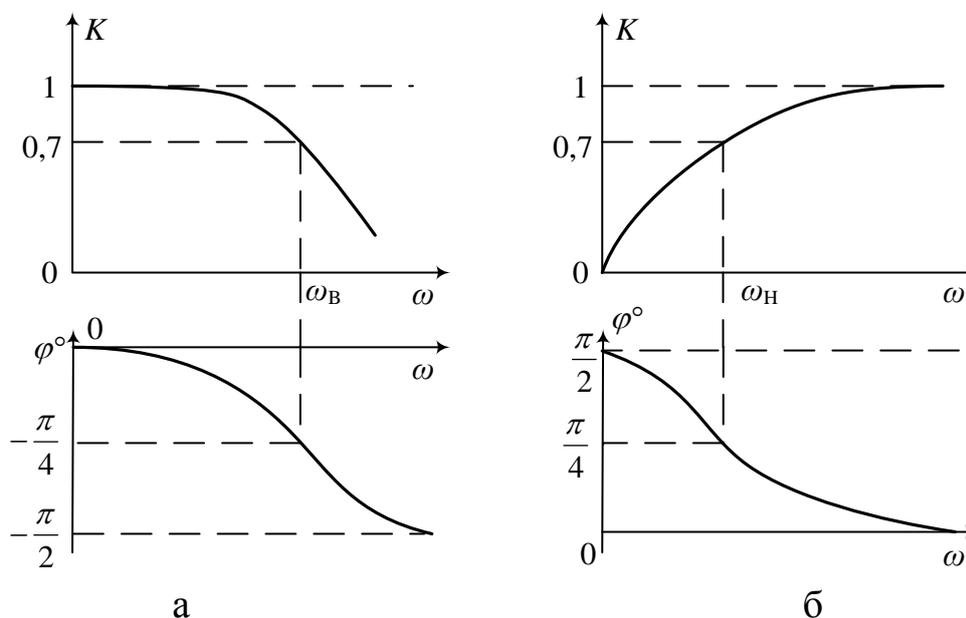

Рис.1.2. Амплитудно- и фазочастотные характеристики интегрирующей (а) и дифференцирующей (б) цепей
Значение τ можно определить по переходной характеристике RC -цепей (см. рис. 1.2). Интегрирующая цепь имеет характеристику фильтра низких частот, дифференцирующая – фильтра высоких частот.
4) Исследовать переходные характеристики интегрирующей цепи. Для этого на вход цепи подавать с многофункционального генератора прямоугольных колебаний импульсы амплитудой 1 В, периодом колебаний 6 мс, длительностью 3 мс. Зарисовать форму выходных импульсов. По осциллограмме определить постоянную времени цепи в соответствии с рис. 1.2. сравнить полученную величину с результатами расчетов п. 3.